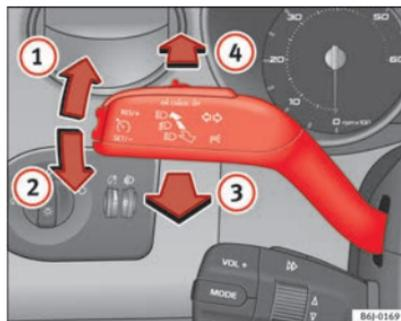

Fig. 60 Manípulo das luzes indicadoras de mudança de direcção e dos máximos
- Carregar a alavanca para cima, até ao batente para cima ⇒ Fig. 60 ①, para piscar à direita ou para baixo ②, para piscar à esquerda.
- Rode o comando das luzes para a posição ①.
- Empurrar a alavanca para a frente ⇒ Fig. 60 ④, para ligar os máximos.